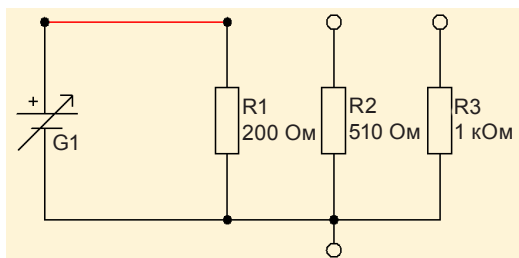

Рис. 1. Подключение резистора R1 к источнику питания
5. Выбрать главу 8 «Закон Ома». Используя соединительный провод, подключить резистор R1 к источнику питания (рис. 1).